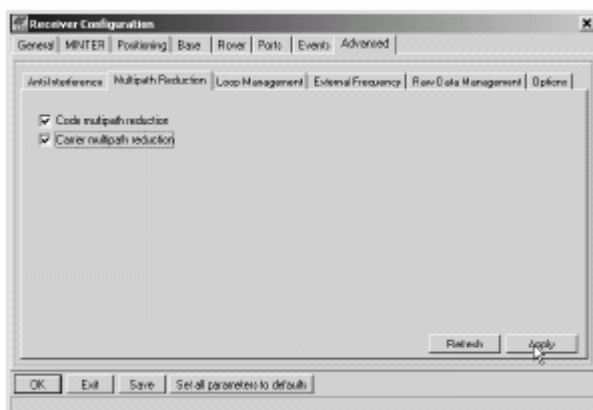

Figura 2-12. Configuración del receptor. Pestaña AVANZADO
4. Haga clic en la pestaña *Avanzado* y a continuación, en la pestaña *Reductor Multipath*, marque las casillas que se indican a continuación y al finalizar haga clic en **Apply** (Figura 2-12).